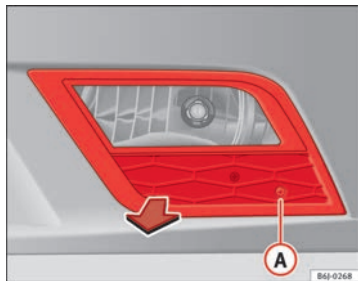

Fig. 170 Farol de nevoeiro
- Retire o parafuso ⇒ Fig. 170 (A) da grelha do farol de nevoeiro, utilizando uma chave de fendas.